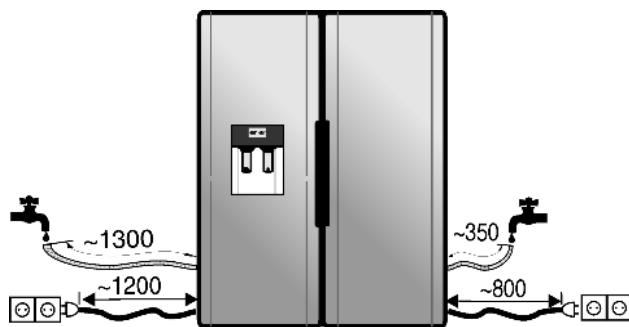

Fig. 17
- Il rubinetto di intercettazione deve essere situato al di fuori della zona posteriore dell'apparecchio e facilmente accessibile, in modo da poter inserire completamente l'apparecchio ed eventualmente poter chiudere velocemente il rubinetto. Rispettare la sequenza delle operazioni *Fig. 17*.